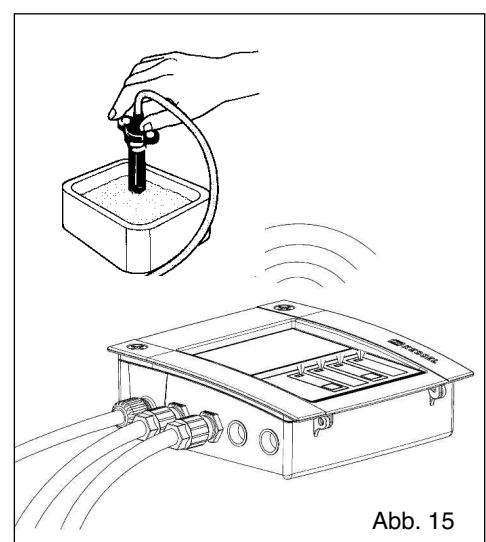

Abb. 15
4.4 Prüfung der optischen Sonde (Abb. 15)